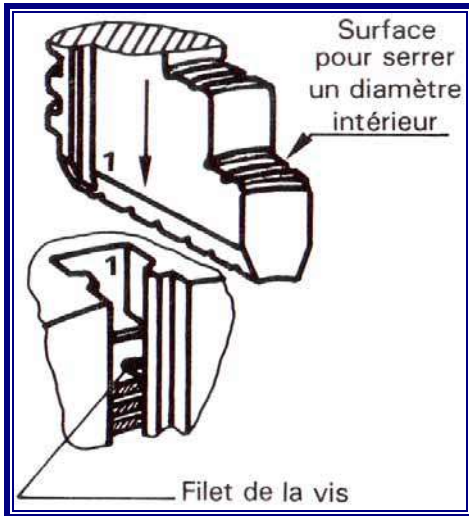
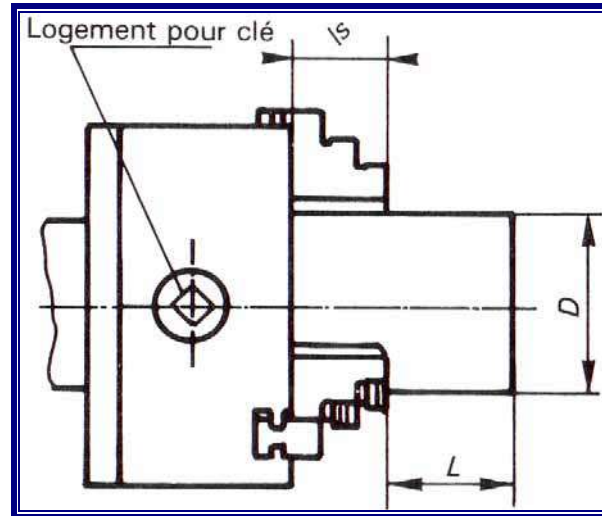

Figure 8
Figure 9
- Monter les trois mors dans l'ordre 1 – 2 – 3 dans les entailles aux numéros correspondants (fig. 8).
- Dans l'entaille (1) du mandrin, placer le départ du filet de la vis plate (ou spirale) juste à l'entrée, engager les mors n° 1.
- Tourner la vis plate avec la clé de mandrin par l'orifice prévu à cet effet (fig. 9).
- Continuer l'opération pour les mors (2) et (3) comme pour le mors 1.
#### 4.2 Montage de la pièce (fig. 9)